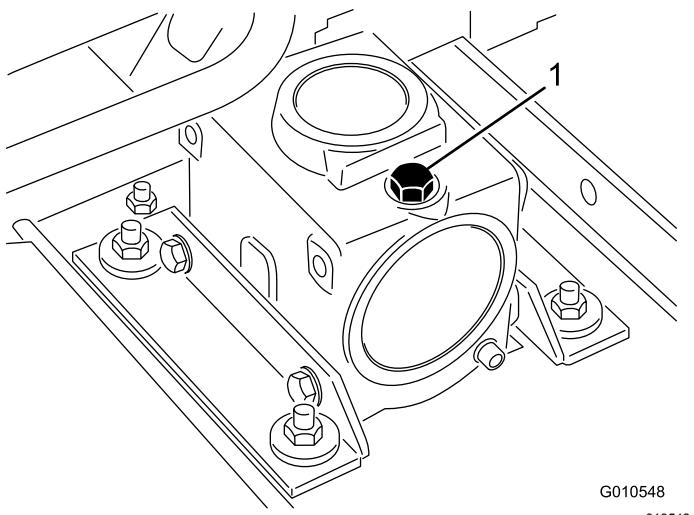

Bild 22
2. Nehmen Sie den Ölpeilstab bzw. die Füllschraube oben am Getriebe ab (**Bild 22**) und stellen Sie sicher, dass der Schmiermittelstand zwischen den Markierungen am Peilstab liegt. Wenn der Ölstand niedrig ist, füllen Sie Öl ein, bis der Stand zwischen den Markierungen liegt.